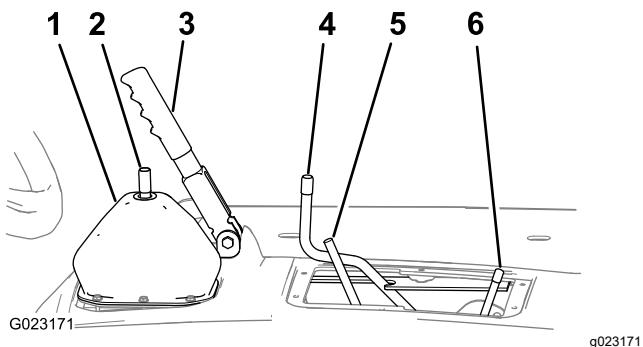

Рисунок 11
1. Включите стояночный тормоз (Рисунок 11).
2. Передвиньте рычаг блокировки дифференциала вперед и вправо, чтобы зафиксировать его во включенном положении (Рисунок 11).